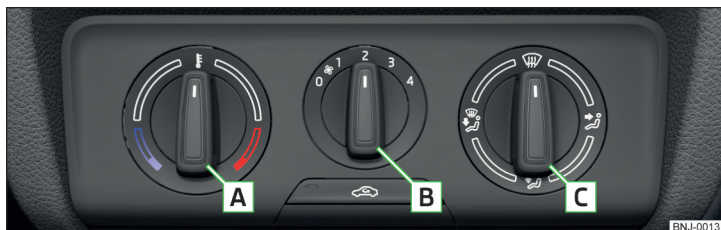

Fig. 102 Elemente de operare a încălzirii
**Funcția fiecărui element de operare în parte » fig. 102**